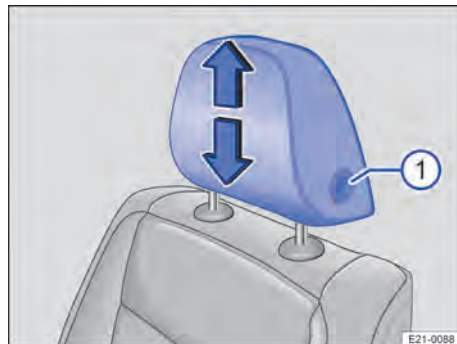

Abb. 81 Erste Sitzreihe: Kopfstütze einstellen.
1. Kopfstütze bei gedrückter Taste → Abb. 81 ① nach oben oder unten schieben.